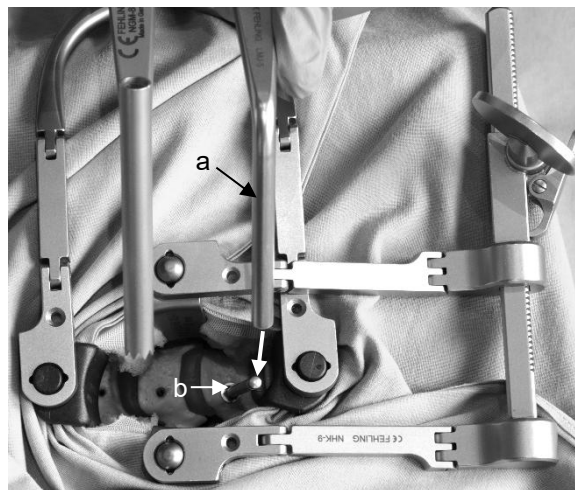

Fig. 8a
5. Le système d'écarteur avec gabarit de perçage est maintenant utilisé. Le tube d'accueil du bras d'extension fixe (a) est emboîté sur la vis de distraction (b) (Fig. 8a).